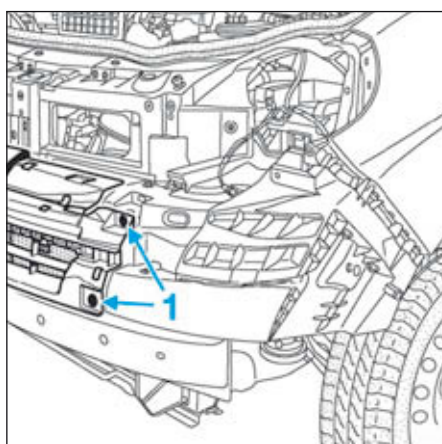
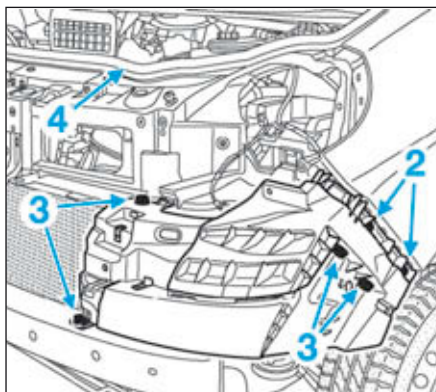

FIG.126
FIG.127
- les vis (1) d'absorbeur de choc avant partie centrale (Fig.126),
- Déposer (Fig.127) :
- les rivets (2) d'absorbeur de choc avant partie latérale,
- les vis (3) d'absorbeur de choc avant partie latérale,
- le joint d'étanchéité (4).
- le joint d'étanchéité (4) (Fig.127),